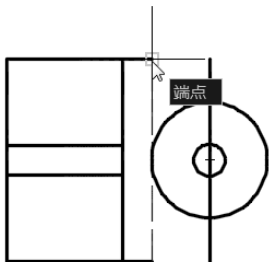
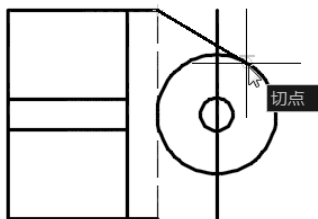

图 13-13 指定直线起点
图 13-14 指定切点作为直线的终点
10) 绘制两条直线段。在命令行的“输入命令”提示下输入“LINE”并按〈Enter〉键，选择图 13-13 所示的端点作为新直线段的起点，接着在按住〈Ctrl〉键的同时单击鼠标右键以弹出一个快捷菜单，从该快捷菜单中选择“切点”选项。在图 13-14 所示的圆上指定切点，从而绘制一个直线段，按〈Enter〉键结束命令操作。使用同样的方法，再绘制一条经过指定端点并与指定圆相切的直线段，效果如图 13-15 所示。